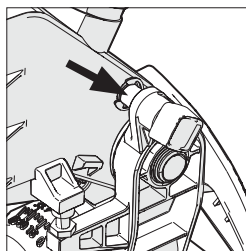

Fig. 16
- Asegúrese de que la cabeza de corte esté en posición bloqueada, con el gancho de cerrojo completamente encajado en su cavidad (véase la Fig. 16).
- Asegúrese de que la cabeza de corte esté en posición bloqueada, con el gancho de cerrojo completamente encajado en su cavidad (**Fig. 16**).
- Retire el gancho de cerrojo de la cabeza (**Fig. 16**) y permita que la cabeza de corte suba a su posición superior.